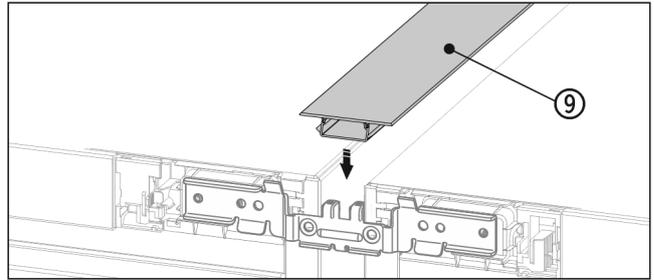

Fig. 24
- ▶ 在表面，将短护板条 Fig. 24 (9) 压入水平缝隙中。